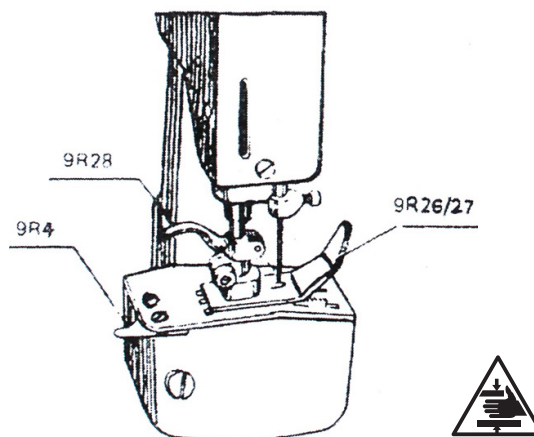

Fig.9
4.8. ÎNCEPEREA CUSUTULUI ȘI TĂIEREA CUSĂTURII (Fig .9)